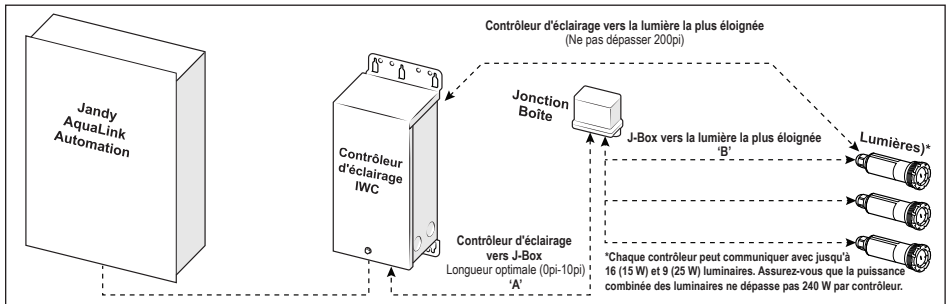

Figure 4. Schéma de câblage Jandy LED Infinite WaterColors
2. Visser un connecteur de conduit dans l'alvéole défonçable du contrôleur de lumières, voir la Figure 4.
3. Alimenter le cordon d'éclairage basse tension par le conduit et le connecteur de conduit sur le contrôleur de lumières, voir Figure 4.
4. Utiliser des capuchons de connexion pour connecter les fils de lumière basse tension, le fil blanc se connecte au fil orange et le fil noir se connecte au fil orange, voir Figure 4. Si une lumière encastrée est encastrée, connecter le fil de terre vert à la barre à bornes du contrôleur.